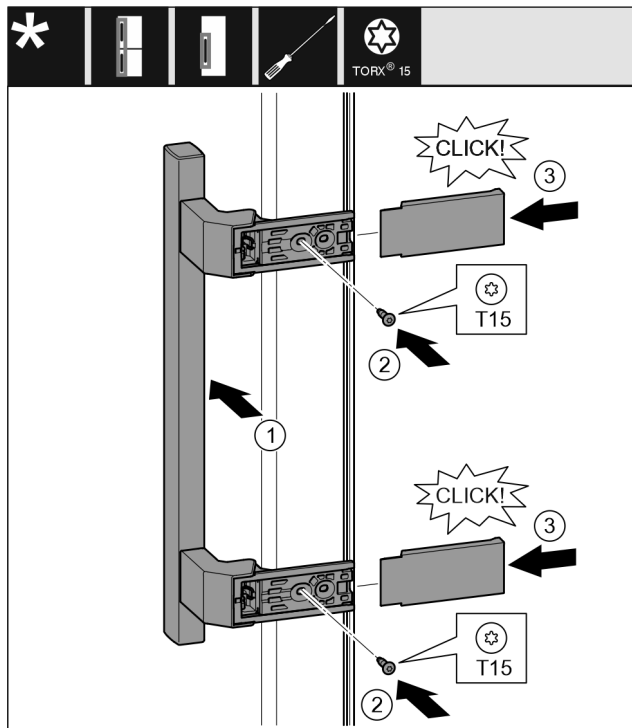

Fig. 20
- ▶ Поставете дръжката от другата страна. Fig. 20 (1)
- ▶ С отвертка T15 затегнете винтовете. Fig. 20 (2)
- ▶ Поставете от страни капачите и ги нахлузете. Fig. 20 (3)